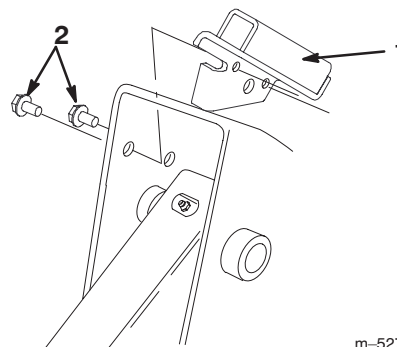

Bild 4
3. Flüchten Sie die Nase am Scheibenbügel mit der Vorderkante des Rahmens aus, wobei sich der Bügel an der Innenseite der Hubarmtasche befinden muss (Bild 4).
Hinweis: Es gibt einen Bügel rechts und einen links. Stellen Sie sicher, dass Sie für jede Seite den richtigen Bügel verwenden. Die Nase muss über die Kante des Rahmens gehen, während sich der Bügel an der Innenseite der Hubarmtasche befindet. Dabei müssen die zwei kleineren Löcher im Bügel mit den von Ihnen in den Rahmen gebohrten Löchern flüchtig sein (Bild 4).
4. Befestigen Sie den Bügel mit zwei Blechschrauben am Rahmen (siehe Bild 4).